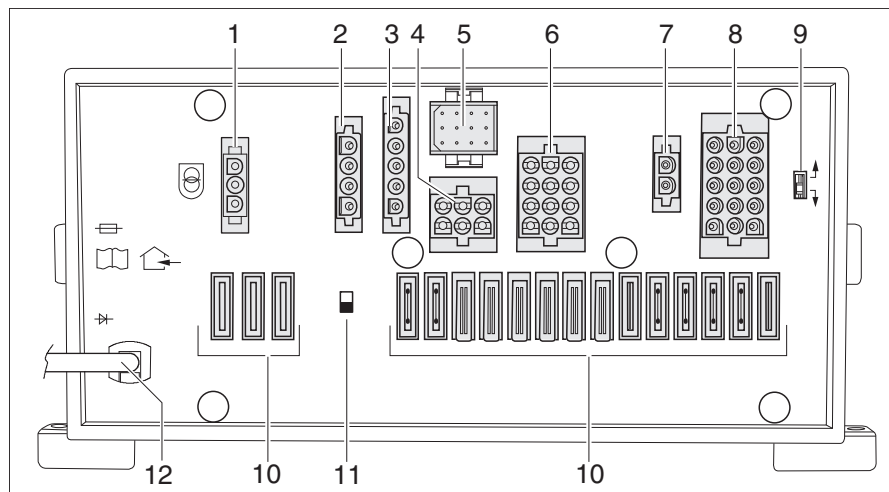

Fig. 266 Centralina elettrica (EBL 31-2)
A seconda del modello, la centralina elettrica EBL 31-2 (Fig. 266) si trova sotto il sedile del conducente oppure sotto il sedile.
- ▷ L'interruttore staccabatteria (Fig. 266,12) disconnette dalla rete a 12 V tutte le utenze collegate alla centralina elettrica.